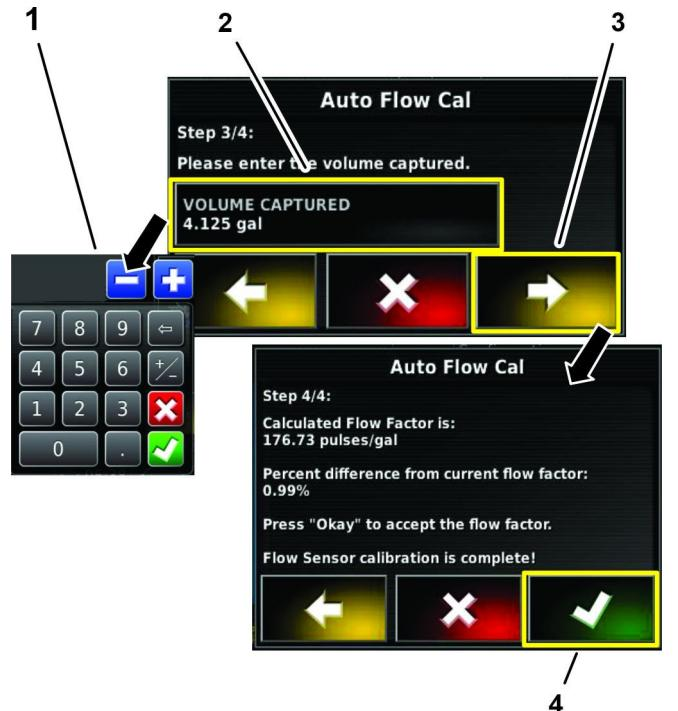

Figure 173
1. À l'étape 3 sur 4 de l'assistant d'étalementage de débit automatique, appuyez sur l'icône VOLUME RÉCUPÉRÉ, saisissez le volume que vous avez converti à l'étape 4 de **Calcul du volume pulvérisé en 60 secondes (page 70)** avec le clavier virtuel et appuyez sur l'icône de confirmation (**Figure 173**).
2. Appuyez sur l'icône Suivant (**Figure 173**).
3. À l'étape 4 sur 4 de l'assistant d'étalementage de débit automatique, appuyez sur l'icône de confirmation (**Figure 173**).